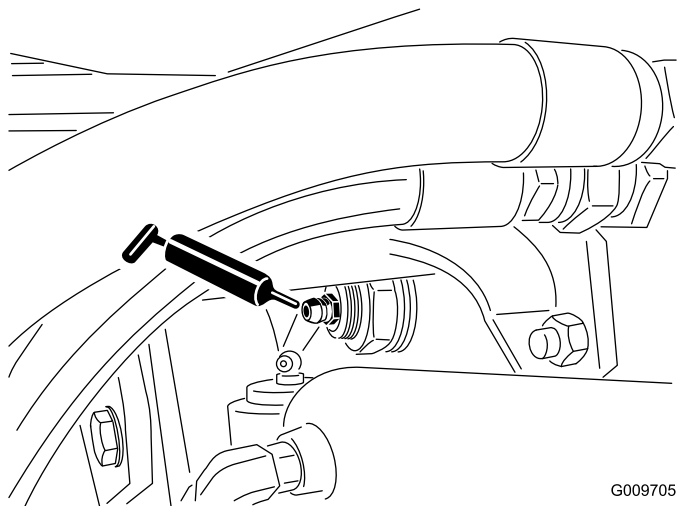

Bild 44
- Hinterachse-Drehbüchsen (2) (Bild 44)